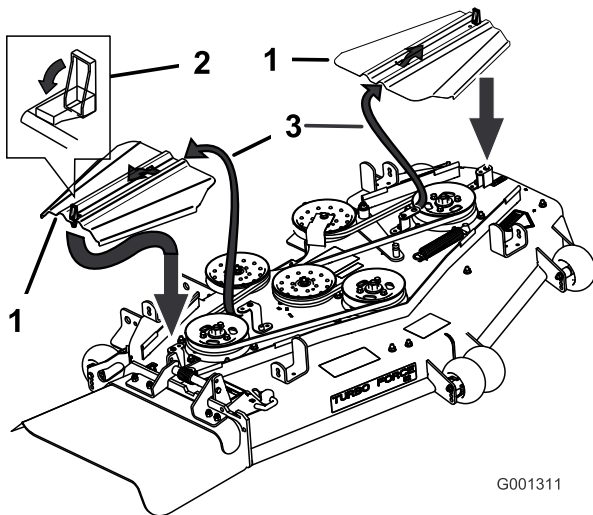

Figura 51
- Instale las cubiertas de la correa y cierre los enganches (Figura 51).